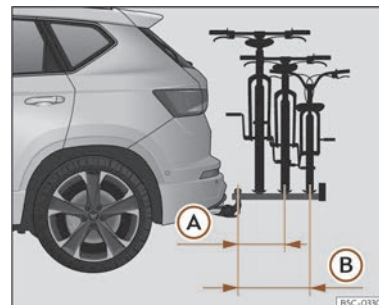

Fig. 174 Representació esquemàtica del voladís màxim de la càrrega en un portabicicletes per a dues o tres bicicletes.
El voladís màxim no haurà de superar, en el cas dels portabicicletes de dues bicicletes, els 500 mm des del centre del capçal esfèric fins al centre del carril del darrer suport >>> **fig. 174**
- Ⓐ En el cas dels portabicicletes de tres bicicletes, no s'hauran de superar els 700 mm >>> **fig. 174** Ⓑ.